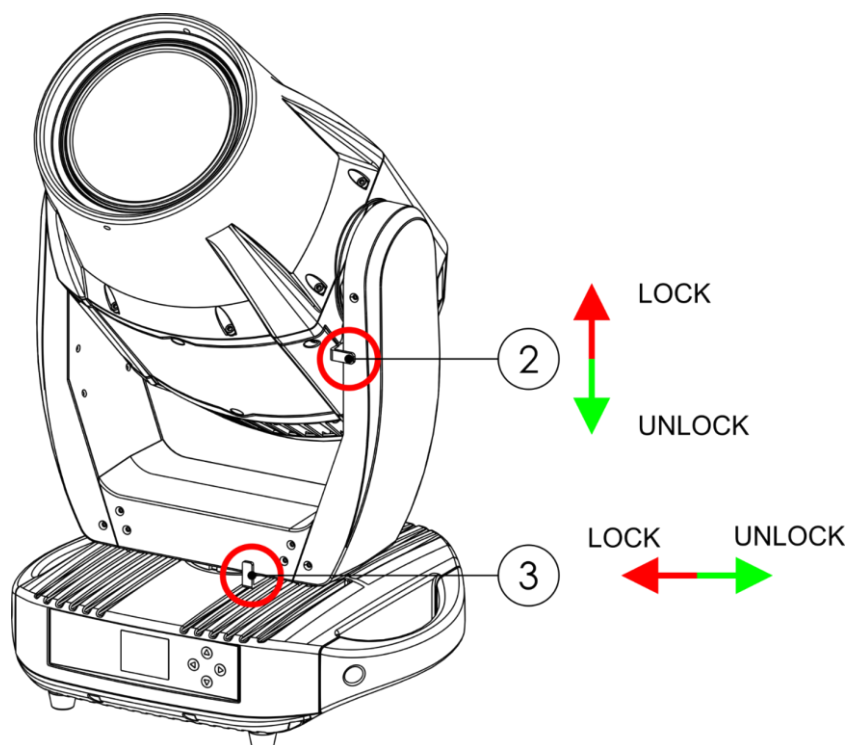

Fig. 06
- Far scorrere il **perno di blocco tilt (02)** verso l'alto per disattivare e verso il basso per attivare il movimento verticale (**Tilt**) del dispositivo (cfr. Fig. 06).
- Far scorrere il **perno di blocco pan (03)** verso sinistra per disattivare e verso destra per attivare il movimento orizzontale (**Pan**) del dispositivo (cfr. Fig. 06).